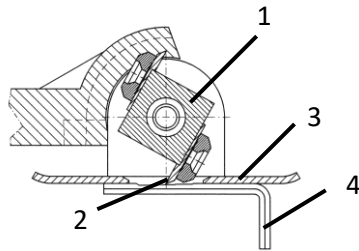

Abb. 7: Messer einstellen
- > Tauschen Sie ggf. das Messer (**2** – Abb.7) aus.
- > Drehen Sie die Walze (**1** – Abb.7) so, dass das Messer maximal durch das Führungsblech (**3** – Abb.7) herausragt.
- > Legen Sie den Innensechskantschlüssel (**4** – Abb.7) am Führungsblech an, so dass sich die Einkerbung mit der gewünschten Schnitttiefe unter dem Messer befindet.